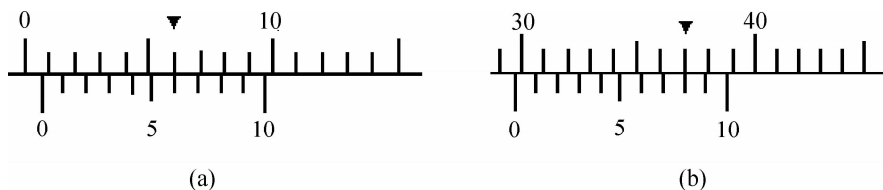

图 1-7 0.1mm 精度的游标卡尺读数原理
(1) 游标卡尺的精度。游标卡尺巧妙地运用了游标尺与主尺最小刻度之差, 如果将主尺上的 9mm 等分 10 份作为游标尺的刻度, 那么游标尺上的每一刻度与主尺上的每一刻度所表示的长度之差就是 0.1mm, 同理, 如果将主尺上的 19mm, 49mm 分别等分 20 份、50 份作为游标尺上的 20 刻度、50 刻度, 那么游标尺上的每一刻度与主尺上的每一刻度所示的长度之差就分别为 0.05mm, 0.02mm。因此游标卡尺的测量精度可达 0.1mm, 0.05mm, 0.02mm。
(2) 读数原理。以 10 分格游标卡尺为例, 由于它的精度为 0.1mm, 当测量小于 1mm 的长度时, 游标尺上第几条刻度线与主尺上的某刻度线对齐, 那么主尺上零刻度线与游标尺上的零刻度间距就为零点几毫米, 被测长度就为零点几毫米, 如图 1-7(a) 所示, 游标卡尺上第 6 条刻度线与主尺上的刻度对齐, 则被测长度为 0.6mm。当测量长度大于 1mm 时, 首先读出游标尺上的零刻度线对应主尺上的整毫米刻度数, 然后按上述方法读出游标尺上与主尺对齐的刻度数, 此数乘以 0.1 后, 将两数相加, 即得到被测长度。如图 1-7(b) 所示, 主尺上的读数为 29mm, 游标尺上第 8 条刻度线与主尺上的刻度对齐, 所以被测长度为 $29 + 0.1 \times 8 = 29.8\text{mm}$ 。